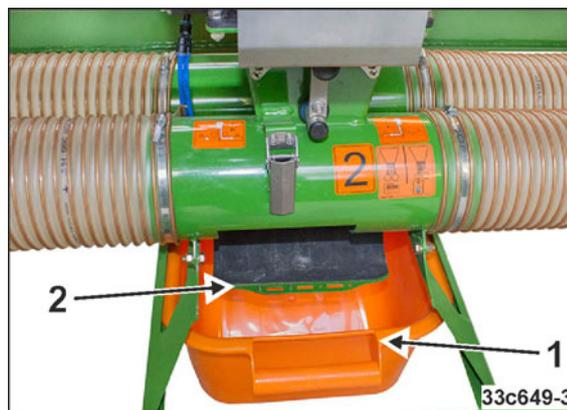

Fig. 155
4. Pousser un auget d'étalonnage (Fig. 155/1) dans le support sous chaque doseur.
5. Desserrer les crochets et ouvrir les volets sur la section de convoyage gauche (Fig. 155/2).